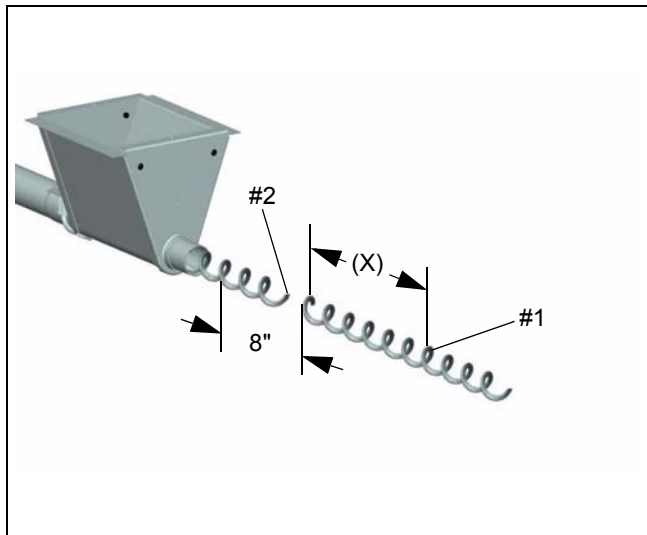

Рисунок 5D
6. См. Рисунок 5D на стр. 30. Величина необходимого растяжения (X) рассчитывается как 7-1/2" на 100' шнека (19 см на 30 м). Вытягивайте шнек через конец воронки кормораздаточной линии до устранения провисания. Отметьте шнек у края впускной трубки воронки (№ 1). Вытяните шнек на необходимое расстояние (X) и отметьте его у края впускной трубки воронки (№ 2). Вытяните шнек еще на 8" (20,3 см) и надежно зафиксируйте с помощью щипцов-зажима. Щипцы будут затянуты в воронку, удерживая шнек в данной точке. Обрежьте шнек у отметки № 2.